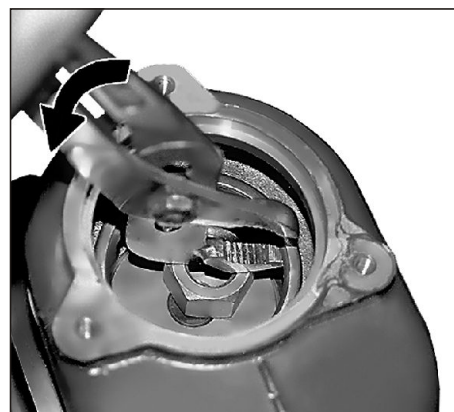

Рис. 73. Снятие термостата.
1. Отсоединить трубку подводящую насоса водяного в сборе (18).
2. Отложить кольца уплотнительные (12).
4. Отложить кольцо уплотнительное (1).
6. Снять термостат (5) (см. Рис. 73).
7. Убрать кольцо уплотнительное (6).